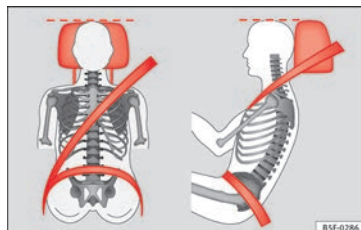

Fig. 73 Apoyacabezas ajustado correctamente visto de frente y lateralmente.
– Ajuste el apoyacabezas de modo que el borde superior quede, en la medida de lo posible, a la altura de la parte superior de la cabeza, como mínimo a la altura de los ojos » » » **fig. 73.**